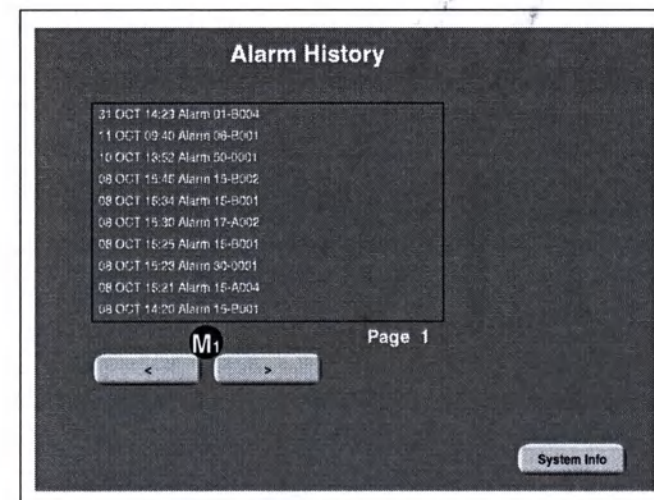

Рисунок 3-3-11 Экран Alarm History
Alarm History (история сообщений о неисправностях)  - Перечень последних 80 сообщений о неисправностях в хронологическом убывающем порядке (начиная с последнего). (ПРИМЕЧАНИЕ: В архиве могут находиться сообщения о неисправностях, созданные во время фабричного тестирования). Используйте клавиши [< >]  для отображения всех 8 страниц (см. рисунок 3-3-11).
Клавиша (Start Drip) (начать капельное вливание) (D) - Нажатие этой клавиши начнет капельное вливание и отобразит на дисплее экран Drip Infusion (капельное вливание). См. рисунок 3-3-11.